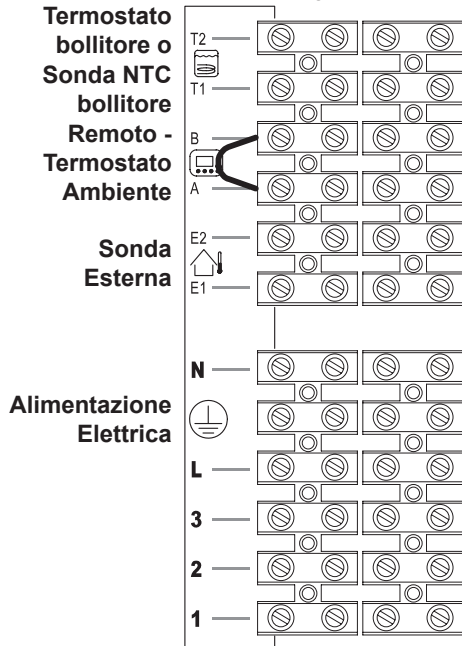

Figura 5.37
- Collegare ai morsetti **T1** e **T2** della morsettiera i due conduttori elettrici come indicato in Figura 5.37.
Per il collegamento della sonda esterna servirsi dei morsetti indicati in Figura 5.37.
Per il collegamento del remoto servirsi dei morsetti indicati in Figura 5.37.
va tolto Figura 5.37.